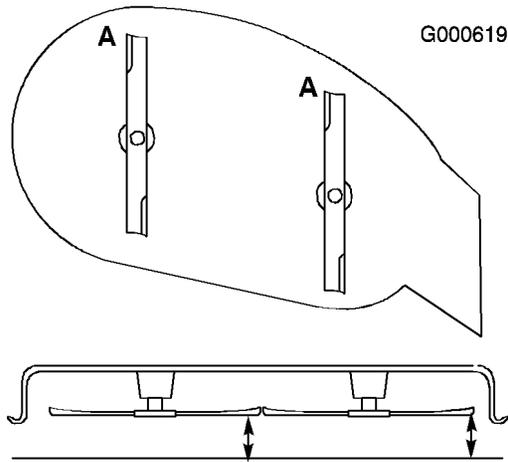

Figura 37
1. Gire las cuchillas hasta que los extremos estén orientados hacia adelante y hacia atrás (Figura 37). Mida desde una superficie nivelada hasta el filo de corte, posición **A**, de las cuchillas (Figura 37). Anote esta dimensión.